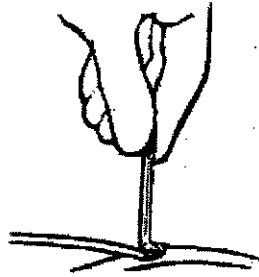

Figura 23. Utilización del elevador de vena
1. Inserte su extremo curvo del elevador de vena en la incisión de la vena y empuje despacio la extremidad del cable por debajo y hacia adentro de la vena (Figura 23). El elevador de vena facilita la introducción del cable.